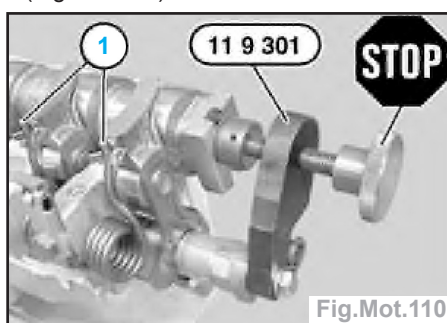

Fig.Mot.110
- Tant que des ressorts de torsion (1) sont encore installés, la vis moletée ne doit pas être détachée de l'outil **11 9 301** (Fig.Mot.110).